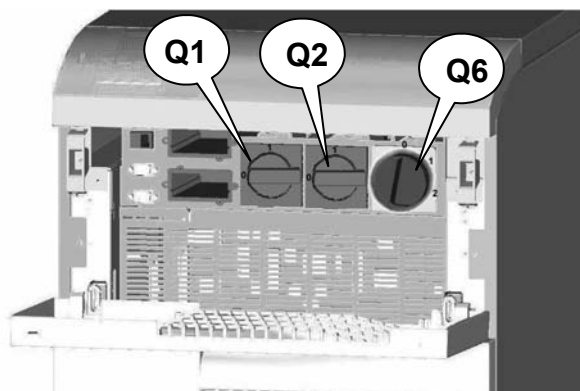

Рис. 3.5-1
- а) Установите выключатели Q1, Q2 и Q6 в положение 0 (рис. 3.5-1).